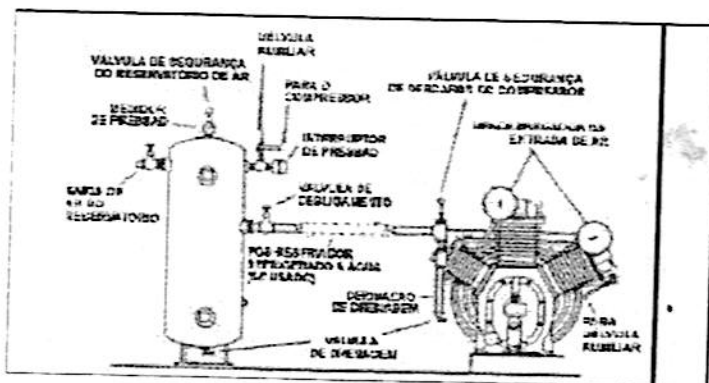

Figura 2-3. Arranjo de tubulação típico para compressor e tanque receptor separado.
As instruções gerais a seguir cobrem apenas a instalação da tubulação de descarga e a colocação de válvulas de segurança, interruptor de pressão, medidor de pressão, válvula auxiliar, válvulas de drenagem, válvulas de desligamento, etc. em sistemas que usam um tanque receptor separado. Consulte a figura 2-3. A tubulação de descarga deve ser do mesmo tamanho da conexão de descarga do compressor ou da conexão de descarga do tanque. Toda a tubulação e encaixes precisam ter certificação de uso para as pressões envolvidas. Veda-rosca deve ser usado em todas as roscas e todas as juntas devem ser apertadas firmemente, já que
1. Se possível, instale a tubulação correndo para baixo a partir da descarga do compressor, para permitir que os produtos de condensação sejam drenados para o tanque receptor. Se isto não for possível, instale uma "derivação de drenagem", como mostra a figura 2-3. A derivação de drenagem deve se projetar para baixo, a partir da descarga do compressor e ter pelo menos 25,4 cm (10") de comprimento.